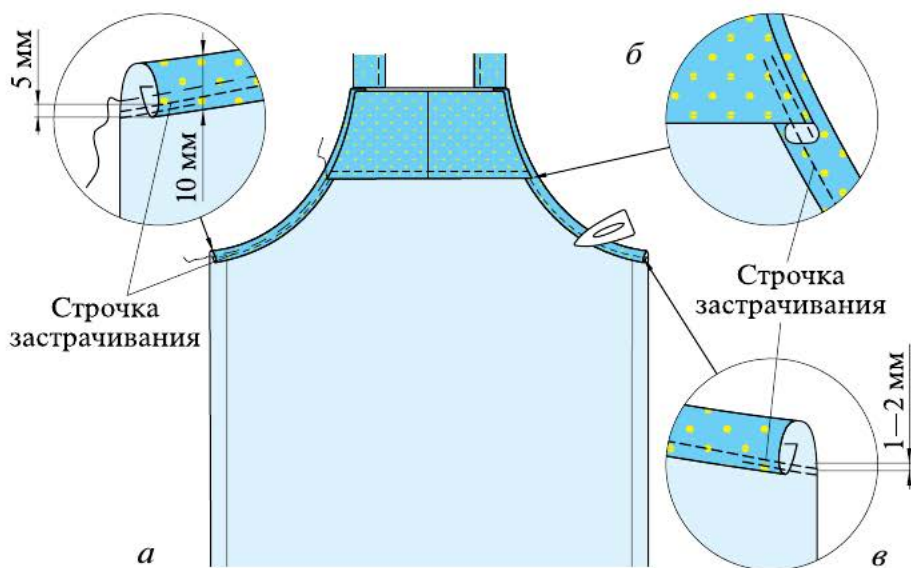

Рис. 6.51. Обработка боковых срезов нагрудника
2. **Застрочите** на расстоянии 1—2 мм от сгиба (рис. 6.51). На правой половине фартука машинную строчку начните выполнять сверху — на обтачке, а закончите внизу (рис. 6.51, б, в). На левой половине — наоборот: строчку начните снизу (рис. 6.51, а), а закончите на обтачке. Приутюжьте.